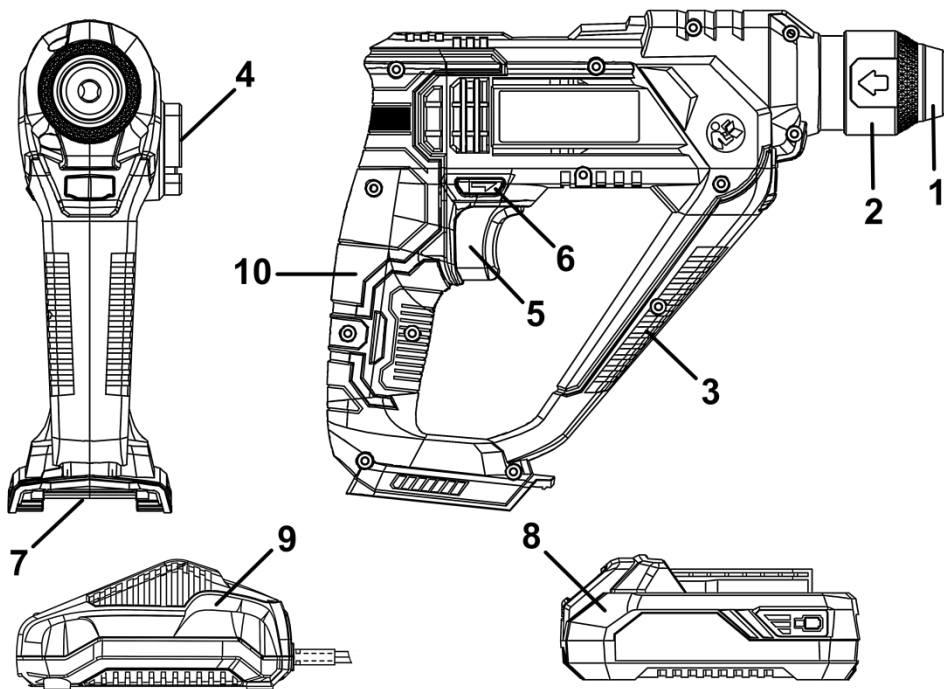

Рисунок 1
4.1 На виробі з під'єднаною батареєю оберіть необхідний режим роботи за допомогою перемикача (4) (див. рисунок 1). При необхідності встановлення свердильного патрона – встановіть його в патрон SDS-plus через відповідний адаптер.